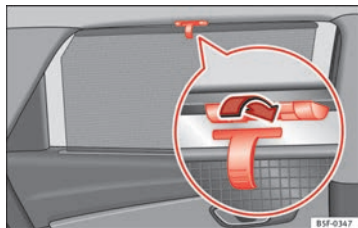

Fig. 70 Ventanilla trasera: cortinilla parasol.
- Desenrolle la persiana y engánchela en el gancho situado en el centro del marco superior de la puerta ⇒ fig. 70.